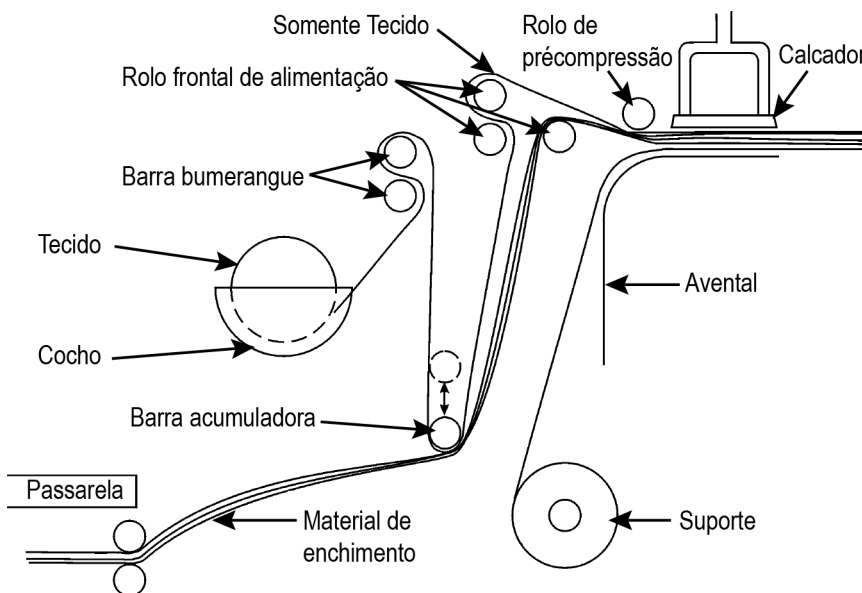

Figura 8.8 Caminho do Material
- 2 Coloque o material de acordo com a rota de materiais mostrada na Figura 8.8, "Caminho do Material" .